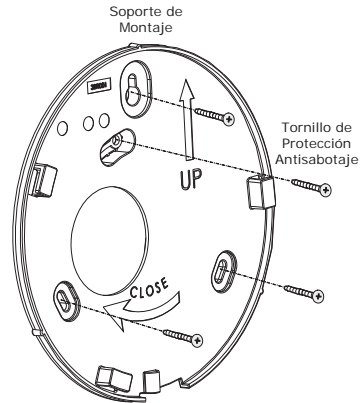

Fig. 2
3. Apoye el soporte de montaje contra la pared (con la flecha "UP" apuntando hacia arriba) y marque la posición de los orificios de montaje (Fig. 2). Taladre los agujeros de montaje e inserte los tacos (si son necesarios).